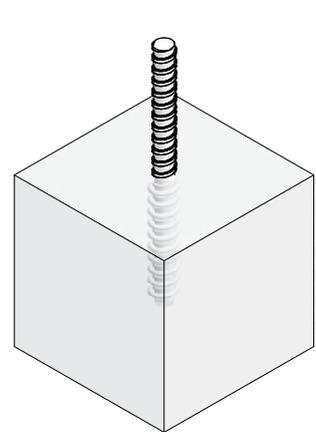

Abb. 9.5
■ Ankerstab DW 15 zur Befestigung gewünschter Teile eindrehen (Abb. 9.5). Beachten Sie die dazugehörige Montageanleitung.